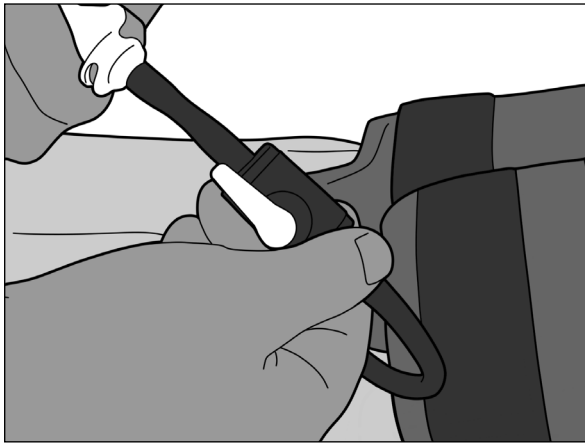

Abb. 15
2. Stellen Sie sicher, dass das Absperrventil geöffnet ist. Der Ventilgriff und der Schlauch sollten eine gerade Linie bilden (Abb. 15).